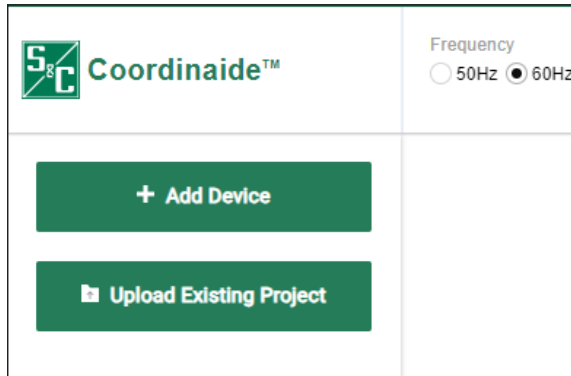

Figura 5. Área de seleção de dispositivos na tela *Programa*.
PASSO 1. Selecione um dispositivo de proteção e adicione-o à seção “Área de Plotagem TCC” clicando no botão **+ Add Device** (Adicionar Dispositivo) na parte superior esquerda da tela *Programa*. Ver Figura 5.
PASSO 5. Mais curvas TCC de dispositivos podem ser adicionadas à plotagem clicando novamente no botão **+ Add Device**. Ver Figura 5 na página 7.